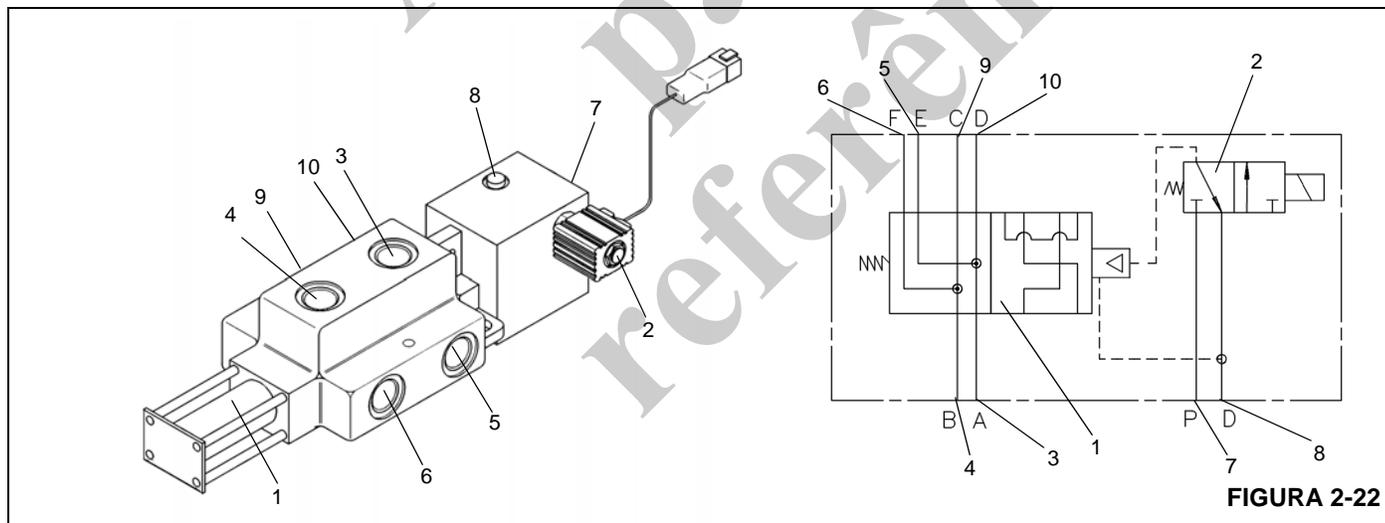

FIGURA 2-22
A válvula seletora série/paralelo (Figura 2-22) é usada para selecionar a velocidade do motor de giro. Ela está localizada no lado externo da placa lateral direita da plataforma rotativa. Consiste em uma válvula de quatro vias e duas posições operada por piloto (1) e uma válvula de três vias e duas posições acionada por solenoide (2) (Figura 2-22) que é a válvula piloto. Ela está conectada por tubulação entre a válvula de controle direcional de giro e os motores de giro.